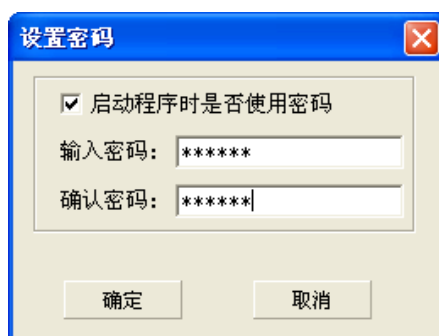

图 7-1 对算法编辑器加密
如果想对算法加密，首先进入算法编辑器，点击菜单中的“配置 (C) \设置密码 (P) 菜单。弹出“设置密码”对话框，如图 7-1 所示。